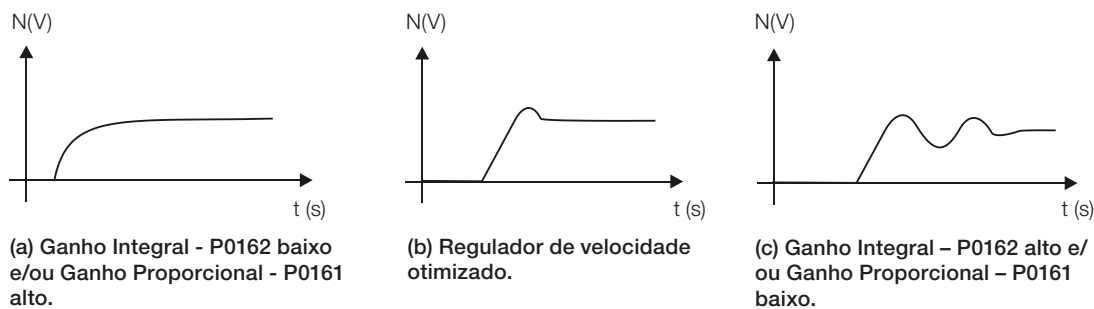

Figura 11.4: (a) a (c) Tipos de resposta do regulador de velocidade
6. Verifique dentre as opções da Figura 11.4 na página 11-14 qual a forma de onda que melhor representa o sinal lido.
7. Ajuste P0161 e P0162 em função do tipo de resposta apresentada na Figura 11.4 na página 11-14.